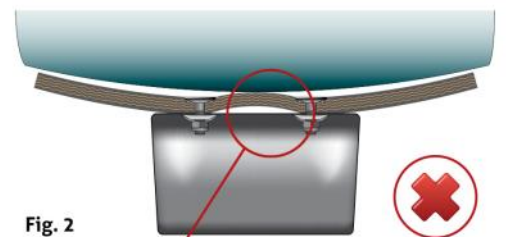

Fig. 2
- ◆ Och sist men inte minst - "Band-buktningen" som förekommer mellan bulthuvuden vid montering av skoporna på bandet (Fig.2).
Denna "buktning" skapar en "negativ" bombering som arbetar mot trummans bombering under drift. När bandet inte är rakt på baksidan av skoporna, skapar det ett hålrum (Fig 2) som ger material möjlighet att fastna mellan bandet och skoporna. Materialet kommer att förstärka buktningen och därmed öka belastningen och nötningen av bandets baksida.